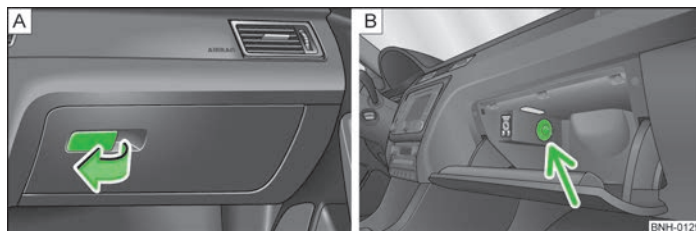

Fig. 48 Cuadro de interruptores: Compartimento guarda objetos en el lado del acompañante
- Tirar del tirador de la tapa en el sentido de la flecha » fig. 48 - A y abatir ésta.
La entrada de aire se abre o se cierra con el conmutador giratorio » fig. 48 - B.